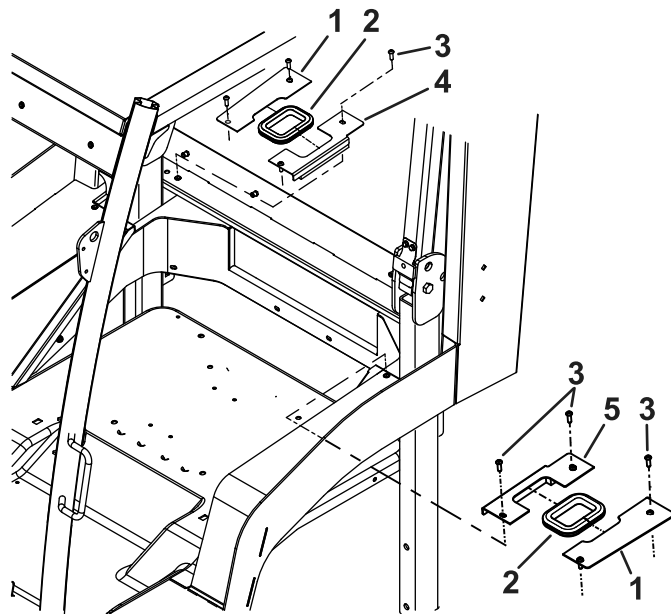

Рисунок 14
9. Установите уплотнения защитной дуги так, чтобы они охватывали защитную дугу на каждой стороне (Рисунок 14).
10. Вставьте левую накладку и 1 фиксирующую накладку в левое уплотнение и закрепите накладку с помощью 4 винтов ( $\frac{1}{4} \times \frac{3}{4}$  дюйма); см. Рисунок 14.
11. Вставьте правую накладку и 1 фиксирующую накладку в правое уплотнение и закрепите накладку с помощью 4 винтов ( $\frac{1}{4} \times \frac{3}{4}$  дюйма); см. Рисунок 14.